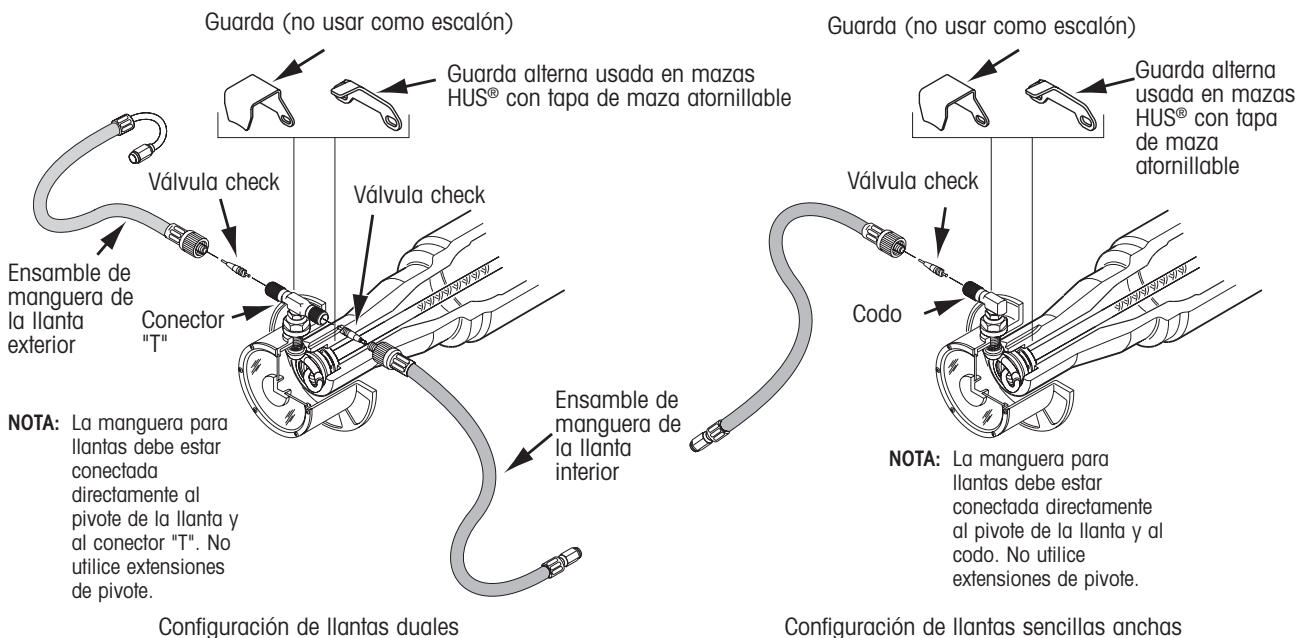

Figura 6. Instalación y remoción de la manguera para llantas, válvula check y conector "T" (o codo)
1. Desconecte la manguera de llanta de la "T" (o codo) de la tapa de la maza (figura 6).
4. Coloque la manguera para llantas a la "T" (o codo) y apriete a mano (figura 6). Usando unas pinzas, verifique cuidadosamente que la conexión de la manguera este apretada.